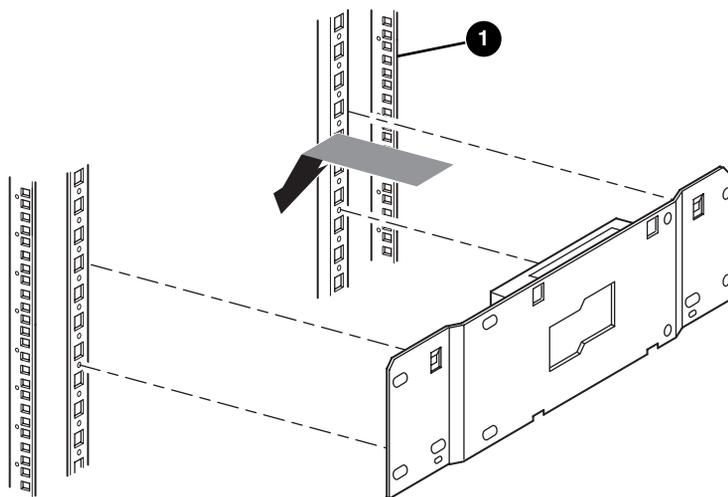

Figure 2-1 : Installation du concentrateur LAN dans un boîtier pour rack 7000/9000/10000 standard
1. Installez les écrous cages ou les écrous agrafes comme indiqué dans les figures 2-1 à 2-4.